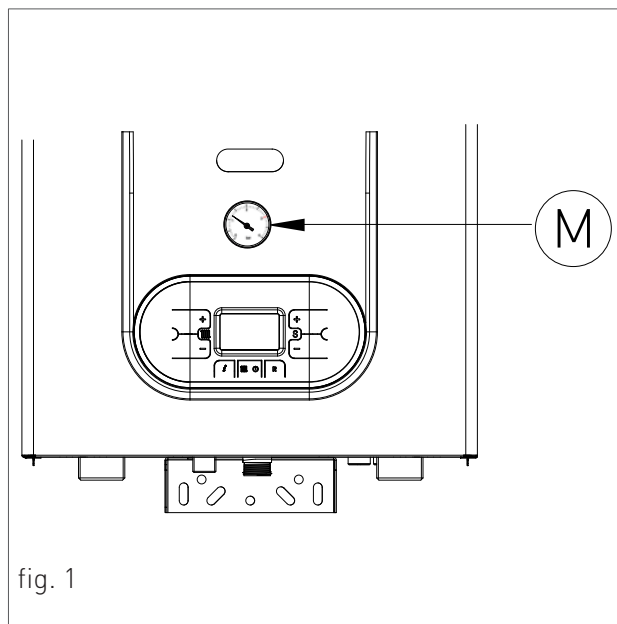

fig. 1
3. utilizar el manómetro "M" (fig. 1) para asegurarse de que la presión del sistema alcanza 1,2 bar (fig. 1);